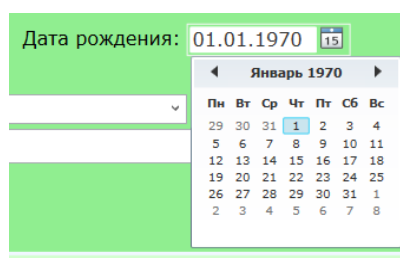

Рисунок 10 – Окно ввода даты рождения пациента
• Поле «Дата рождения» пациента заполняется двумя способами: вручную ввести дату, выделив двойным щелчком мыши поле с цифрами, либо нажать на календарь справа от поля с цифрами, и выбрать нужную дату. Для этого в верхней части календаря есть возможность прокрутки года и месяца рождения с помощью стрелок. Выбрав нужный год и месяц, указать нужное число для подтверждения (рисунок 10).